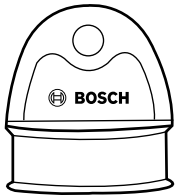

fig. 6
- **Tapa del Terminal:** Cuando la bicicleta esté configurada con una sola batería, asegúrese de cubrir el terminal expuesto con la tapa del terminal de la toma suministrada para proteger los circuitos (fig. 6).